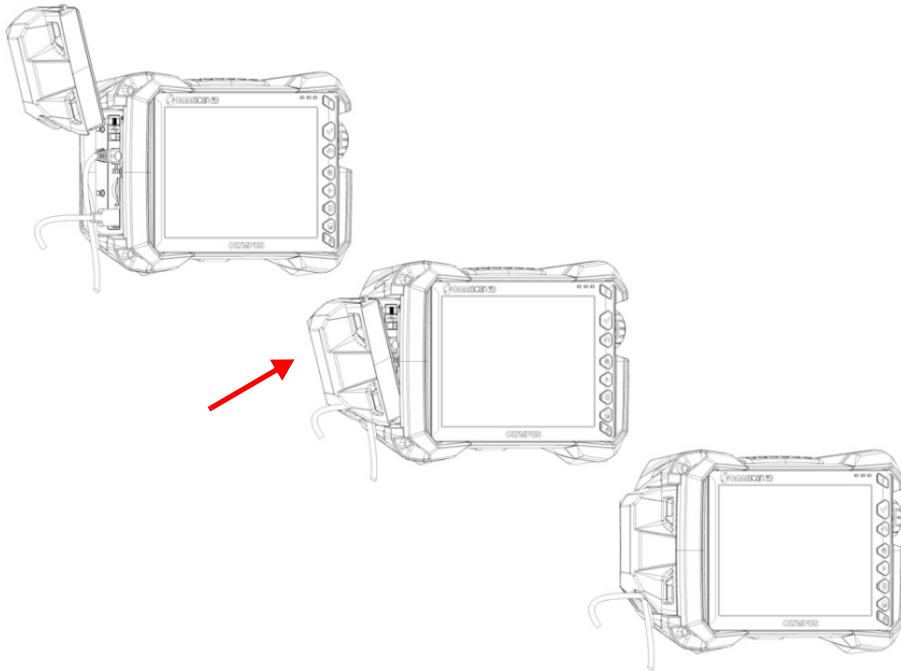

Abbildung 2-12 Verriegeln der Klappe
4. Verriegeln Sie die Klappe sicher (Abbildung 2-12 auf Seite 40).